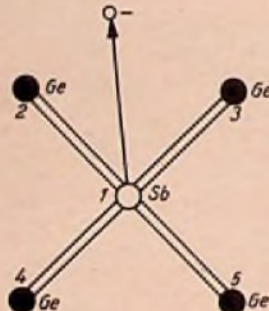

Bild 6. Ein Sb-Atom mit vier Ge-Nachbar-Atomen, schematisch gezeichnet
In Bild 5 ist noch einmal — schematisch in einer Ebene — dargestellt, daß dem Ge-Atom (1) vier andere 2...5 gegenüberstehen, und daß (1) mit (2), (3), (4) und (5) durch Valenzbrücken verbunden ist. Ersetzt man — z. B. durch einen Legierungsprozeß — das Ge-Atom (1) durch ein Antimon-Atom, so ist folgendes festzustellen (Bild 6). Antimon (Sb) hat im Gegensatz zu Germanium 5 Valenz-Elektronen. Es können sich also sofort 4 Valenzbrücken zwischen den Atomen 2...5 und dem Sb-Atom bilden. Das fünfte Valenzelektron des Sb-Atoms wird dagegen nicht abgebunden. Es kann sich deshalb besonders leicht von seinem zugehörigen Atom lösen. Auf diese Weise — durch Dopen mit 5wertigen Fremdatomen — läßt sich die n-Leitfähigkeit, die Elektronenkonzentration vergrößern.